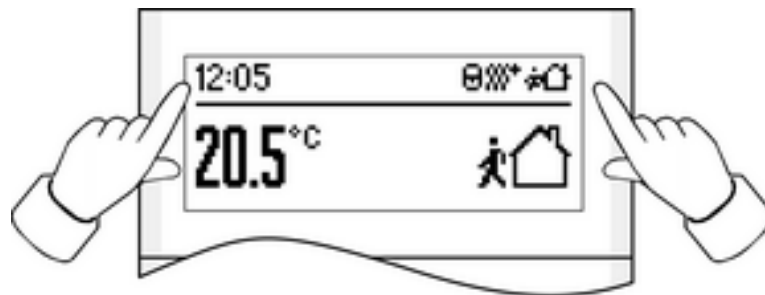

Bild 2
- Beide Tasten neben der Anzeige gleichzeitig betätigen (Bild 2).